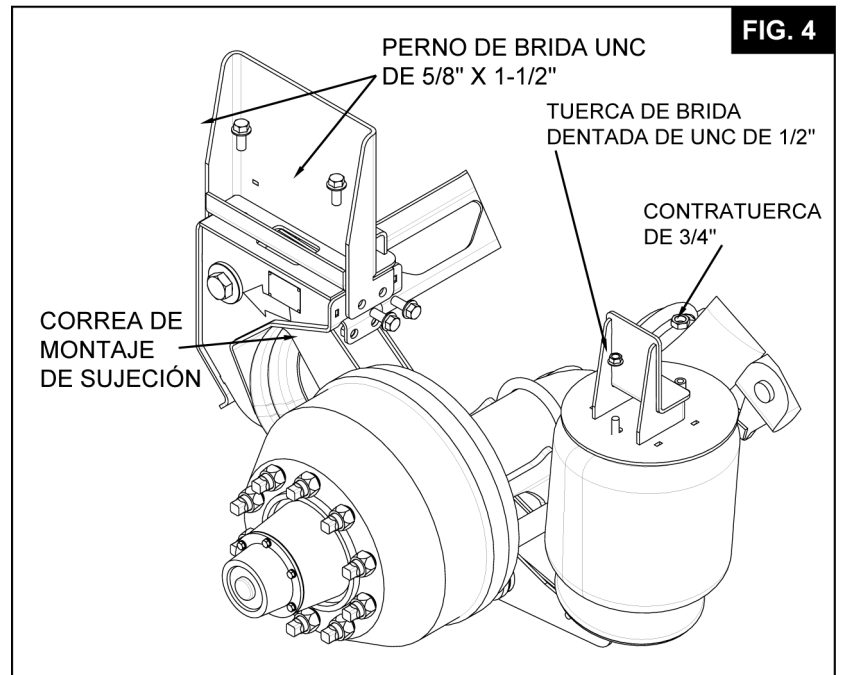

FIG. 4
9.6 Ensamble la suspensión a los soportes frontales del bastidor con los herrajes de montaje de 5/8" proporcionados (vea en la **Fig. 4** los detalles de sujeción).
9.7 Ensamble los muelles a los soportes traseros usando las tuercas de brida dentada de 1/2" y las contratuercas de 3/4". (Vea los detalles de sujeción en la **Fig. 4**).